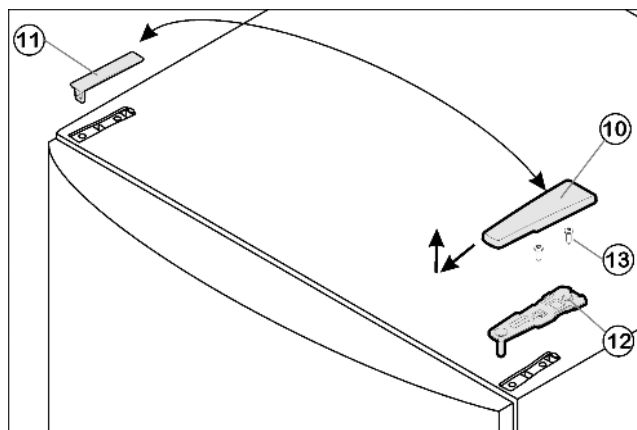

Fig. 5
- ▶ Trageți capacul Fig. 5 (10) în față și în sus.
- ▶ Ridicați capacul Fig. 5 (11).
- ▶ Deșurubați suportul de lagăr superior Fig. 5 (12) (2 șuruburi Torx® 25) Fig. 5 (13) și trageți-l în sus.
- ▶ Introduceți în ușă suportul de lagăr superior Fig. 5 (12), pe noua latură a balamalei.
- ▶ Înșurubați **strâns (cu 4 Nm)** suportul de lagăr superior Fig. 5 (12) (2 șuruburi Torx® 25) Fig. 5 (13). Eventual punctați în prealabil găurile de înșurubare sau utilizați o șurubelniță cu acumulator.
- ▶ Cuplați capacul Fig. 5 (10) și capacul Fig. 5 (11), fiecare pe partea opusă.